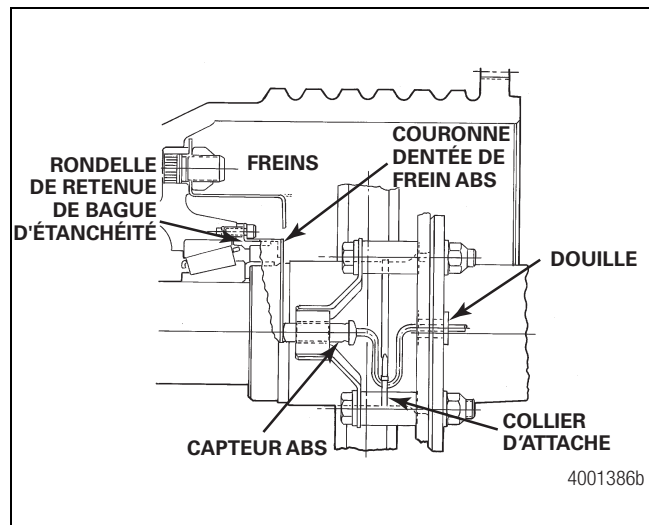

Figure 5.11
4. Placer le support de capteur ABS sur le carter de pont et poser les boulons, rondelles et écrous fixant le support au porte-segments de frein. Placer des rondelles sous les têtes de boulon et sous les écrous. Serrer les écrous pour maintenir le support en place. Figure 5.11.